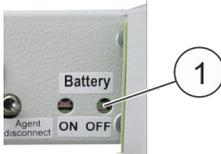

Fig. 82: Botón de batería
4.  Accionar el botón de batería “Battery OFF” (Fig. 82/1).